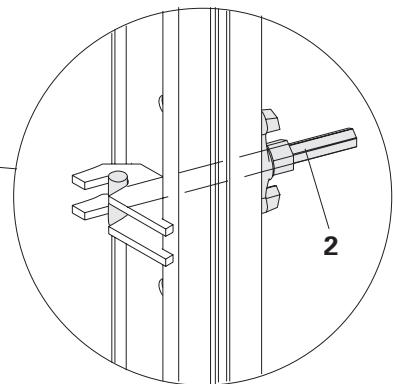

Fig. 25b
2. Open column bolt **2**. Fig. 25b